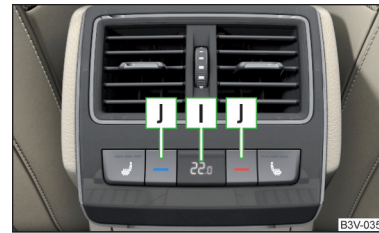

Abb. 149 Bedienelemente hinten
- I** Anzeige der eingestellten Temperatur hinten » Abb. 149